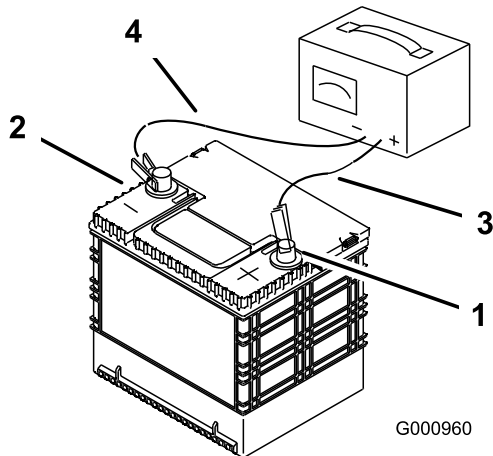

Bild 54
- Wenn die Batterie ganz aufgeladen ist, ziehen Sie den Stecker des Ladegeräts aus der Dose. Klemmen Sie dann die Klemmen des Ladegeräts von den Batteriepolen ab (Bild 54).